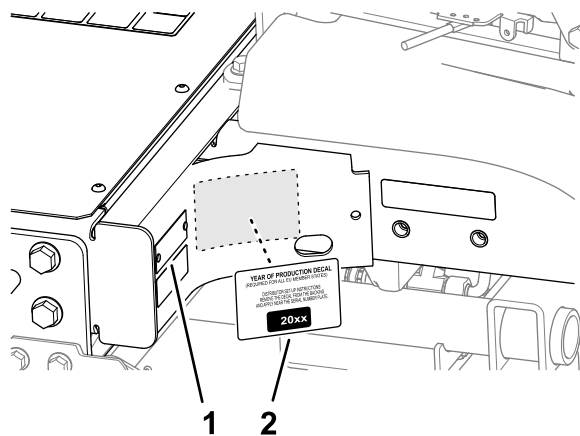

Figure 36
1. Utilisez de l'alcool pour nettoyer le cadre gauche près de la plaque du numéro de modèle/série, et laissez sécher le cadre (Figure 36).
2. Retirez la pellicule protectrice au dos de l'autocollant de l'année de production et appliquez-le sur le cadre, près de la plaque du numéro de série, comme montré à la Figure 36.